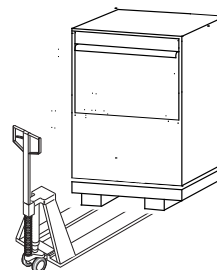

Fig.2
- 2- Soulever l'appareil sur son embase au moyen d'un chariot élévateur. (Fig.2)